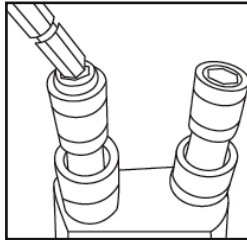

Рис. 5
- Вставьте лопатку в шлицевой вал напрямую (рисунок 5);